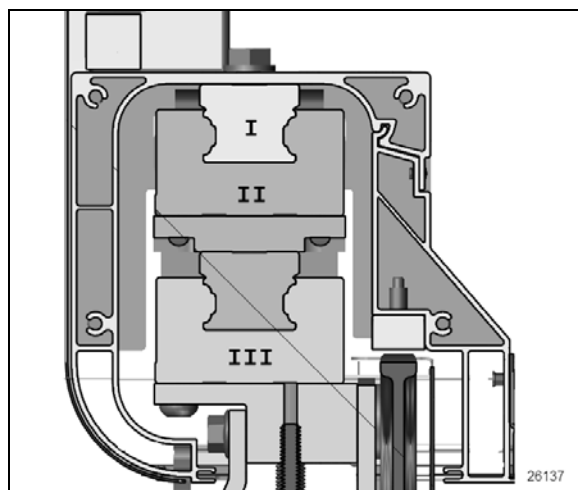

FIGURE 50 PALIERS LINÉAIRES
Se référer de la Figure 45 à Figure 50 ci-dessus pour les descriptions qui suivent.
La rallonge coulissante est déplacée vers l'intérieur et l'extérieur sur une paire de paliers linéaires empilés (Figure 50, Items I and III). La puissance pour le déplacement provient de deux moteurs électriques synchronisés (C) orientés horizontalement sous chaque assemblage de palier linéaire. Le moteur entraîne un réducteur de vitesse à angle droit (D).
Les assemblages des paliers et des rails de la rallonge sont en paires superposés (Figure 50). La structure de la rallonge coulissante est attachée au rail supérieur (I). Le palier supérieur est attaché au rail inférieur (II). Le palier inférieur est attaché à la structure du véhicule (III).